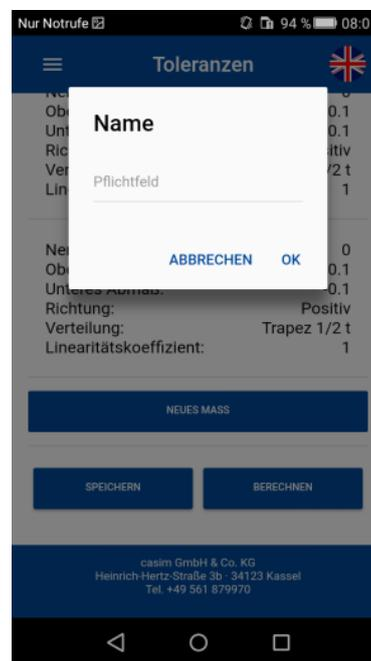

Bild 7
Durch einen Tap auf den Button „Speichern“ (6) kann man eine Berechnung speichern. Es öffnet sich ein Fenster, wo der Name der Berechnung eingetragen werden muss. Mit dem Button „OK“ (Bild 7) wird der Name übernommen und die Berechnung gespeichert.